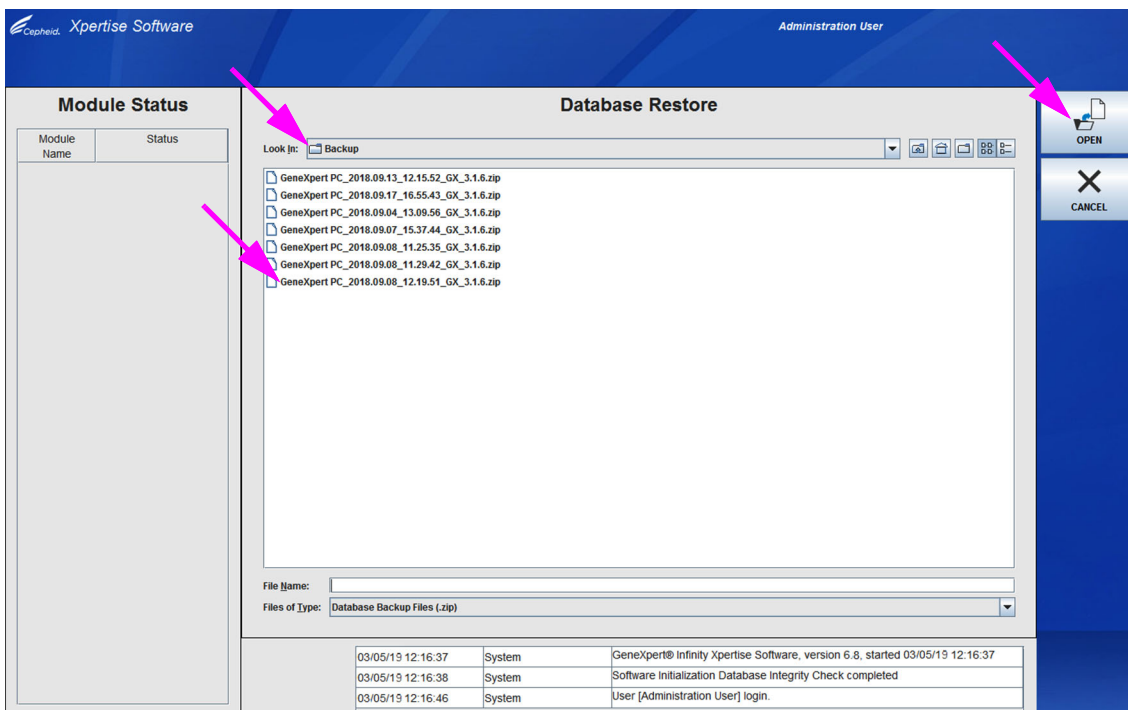

图 5-154. 显示文件选择的数据库恢复
6. 使用**查找位置: (Look In:)** 下拉框查找并选择数据库备份文件 (.zip) 所存放的文件夹。请参见图 5-154。
7. 选择文件并选择**打开 (OPEN)** 按钮（请参见图 5-154）。